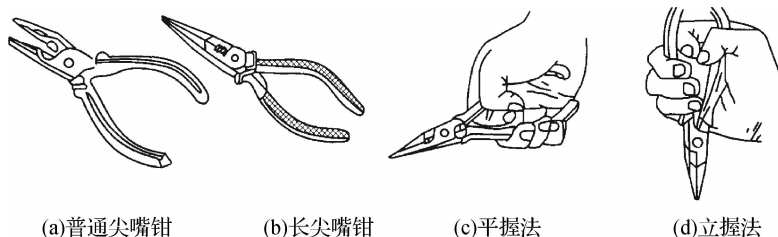

图 3-4 尖嘴钳的外形及握法
(1)尖嘴钳。尖嘴钳的头部尖细,适用于狭小的工作空间操作。尖嘴钳有铁柄和绝缘柄两种,绝缘柄为电工用尖嘴钳,绝缘柄的耐压为 500 V,其外形及握法如图 3-4 所示。尖嘴钳的规格以其全长的毫米数表示,有 130 mm、160 mm、180 mm 等几种。